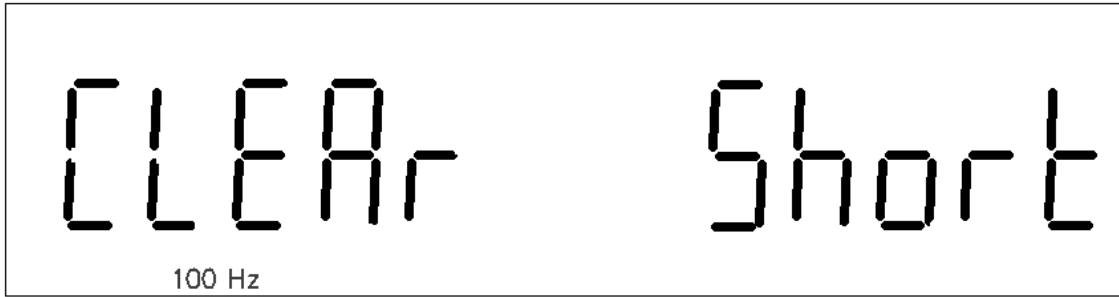

图 3-3 短路清零
2. LCD 显示信息如图 3-3 所示。“SHORT” 闪烁。